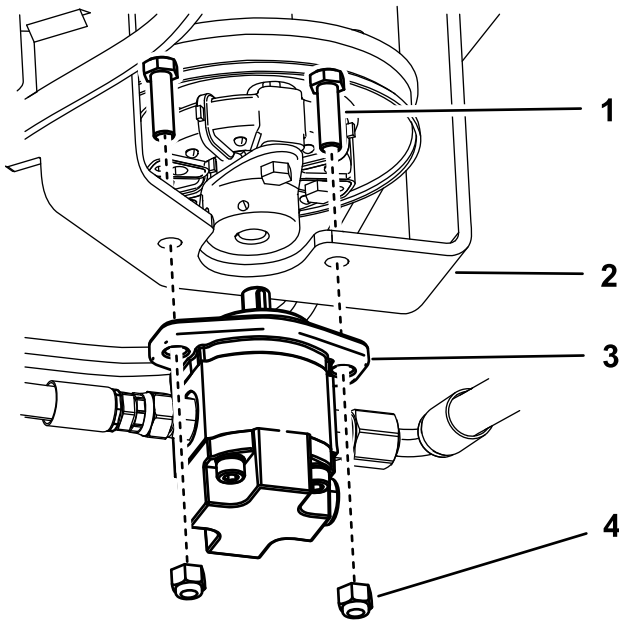

Figura 40
7. Figura 40
10. Instale la bomba de engranajes (Figura 40).